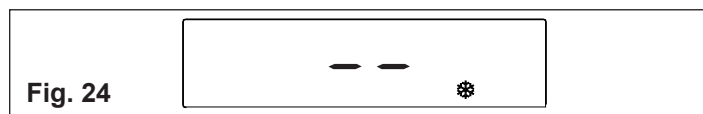

Fig. 24
- antihielo (fig. 24): cuando la temperatura del agua de caldera disminuye por debajo de los valores de seguridad se activa el circulador y el quemador a la mínima potencia para restablecer la temperatura del agua a valores de seguridad (35 °C). En el visor digital se ilumina el símbolo .